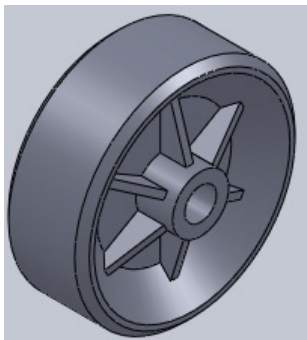

Figura 7.13 – Arestas a serem chanfradas
9.1 Crie chanfros de 3 x 45 conforme a Figura 7.13²³.